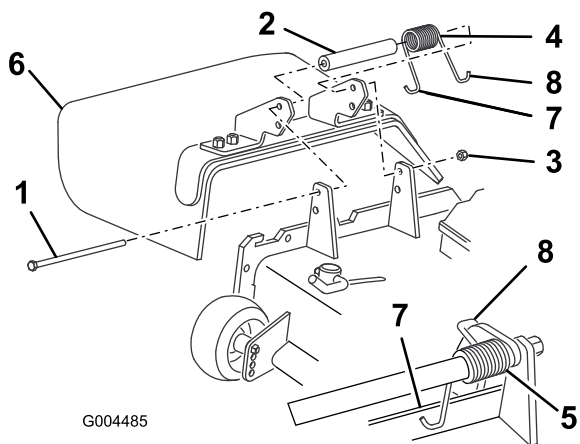

Figure 71
- Retirez le contre-écrou, le boulon, le ressort et l'entretoise qui fixent le déflecteur aux supports de pivot (Figure 71). Enlevez le déflecteur s'il est endommagé ou usé.
- Placez une entretoise et un ressort entre les supports du déflecteur d'herbe de recharge (Figure 71). Accrochez l'extrémité en J gauche du ressort derrière le bord du plateau.
**Remarque:** Accrochez l'extrémité en J gauche du ressort derrière le bord du plateau avant de mettre le boulon en place, comme indiqué à la Figure 71.
- Remettez le boulon et l'écrou en place. Accrochez l'extrémité en J droite du ressort au déflecteur d'herbe (Figure 71).